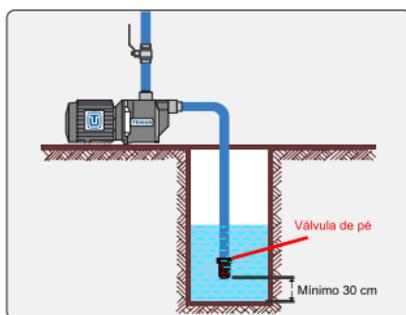

Figura 1
7.3 Quando a motobomba for instalada acima do nível de captação, a tubulação de sucção deverá prever uma válvula de pé com crivo (válvula de fundo de poço). A válvula de pé manterá a bomba escorvada, ou seja, manterá a bomba e a tubulação de sucção preenchida com o líquido quando o sistema for interrompido (ver figura 1).
7.4 A válvula de pé deve ficar, pelo menos, 30 cm acima do fundo, no centro do poço ou cisterna e deve-se garantir uma coluna de água suficiente para que não entre ar pela mesma. (ver figura 1).